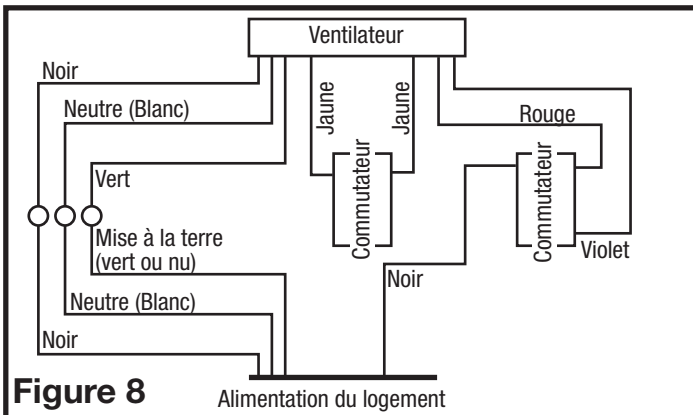

Figure 8
2. **Ventilation continue:** Pour les ventilateurs à deux vitesses, raccordés pour une ventilation continue. Connectez le fil blanc du ventilateur au fil blanc (neutre) de la source d'alimentation. Connectez le fil de terre de la maison au fil vert du boîtier du ventilateur. Connectez le fil noir du ventilateur au fil noir (chaud) de la source d'alimentation. Utilisez un interrupteur à bascule standard duplex, correctement mis à terre (comme Leviton 5224-2W, non inclus) pour relier le fil noir de la source d'alimentation à un côté de l'interrupteur du haut et du bas. Connectez le fil rouge (lumière) du boîtier du ventilateur à l'autre côté de l'interrupteur du haut et connectez le fil violet (veilleuse) du boîtier du ventilateur à l'autre côté de l'interrupteur du bas. Utilisez un deuxième interrupteur à bascule standard duplex, correctement mis à terre, pour relier le fil jaune chaud du ventilateur à l'entrée de l'interrupteur. Connectez le deuxième fil jaune du ventilateur au côté de sortie du commutateur. Fermer l'interrupteur changera la vitesse de normale à haute vitesse (Figure 8).